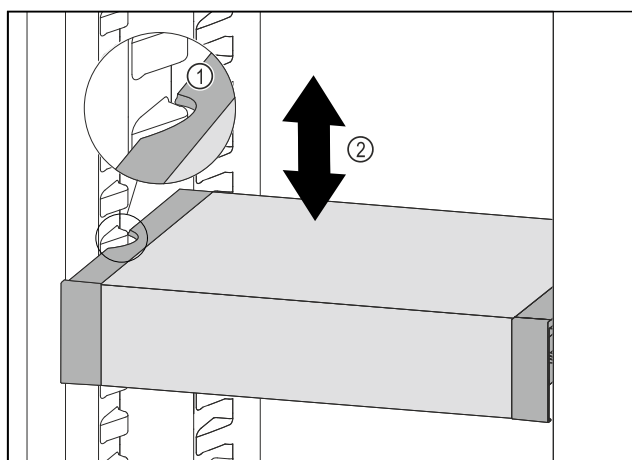

Fig. 118
- ▶ Træk VarioSafe fremefter, indtil udsparingerne i siden på VarioSafe er på niveau med beholderribben i kølesektionen. Fig. 118 (1)
- ▶ Flyt VarioSafe op eller ned i kølesektionen, indtil den ønskede højde er nået. Fig. 118 (2)